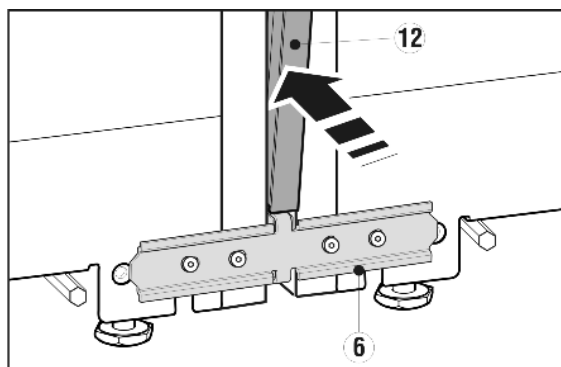

Fig. 7
- ▶ Перед установкой сведите обе перемычки планки из нержавеющей стали Fig. 7 (12) вместе по всей длине. Так планка легче войдет в зазор. Для вдавливания планки используйте мягкую ткань, чтобы не допустить образования вмятин на ее поверхности. Планку следует вдавливать аккуратно и прямо, чтобы получить оптимальное соединение.
- ▶ Вдавите длинную планку из высококачественной стали *Fig. 7 (12)* в вертикальную щель на передней стороне: Обратите внимание, что планка опирается на крепежный уголок *Fig. 7 (6)*.